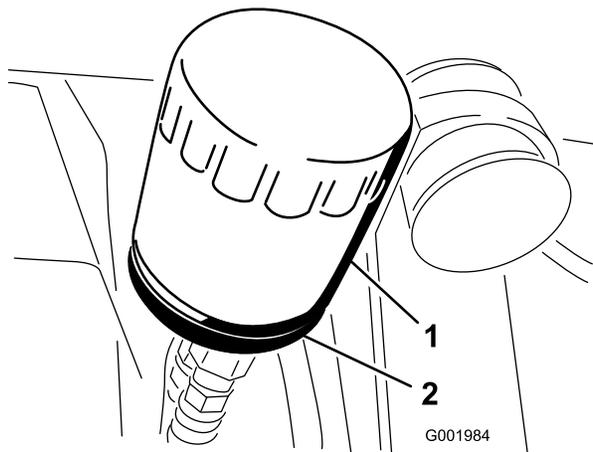

図 51
2. オイルフィルタ (図 51) を外す。
じ込み、そこから更に 1/2 回転増し締めする (図 51)。